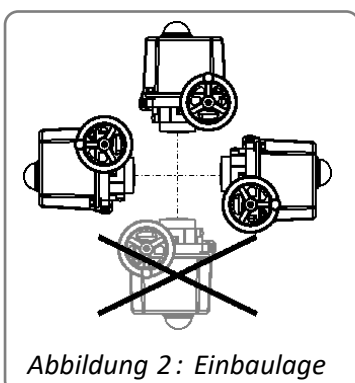

Abbildung 2: Einbaulage
- Die Einbaulage ist beliebig mit Ausnahme „Haube nach unten“ (*Abbildung 2*).